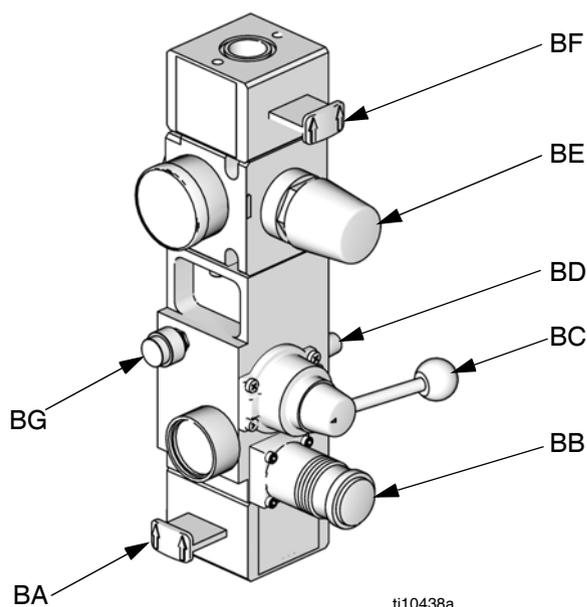

FIG. 4. Controles neumáticos integrados
J	Controles neumáticos integrados (vea la FIG. 4)
- Controles neumáticos integrados (J). Vea la FIG. 4.
- Solenoide del motor neumático (AD). El solenoide del motor neumático está activado cuando el sistema está encendido y en los modos de funcionamiento, recirculación o cebado. El solenoide está desactivada cuando el sistema está apagado, o en modo de despresurización, o el elevador está en modo de preparado inactivo. El LED del solenoide se ilumina cuando el solenoide está activado.